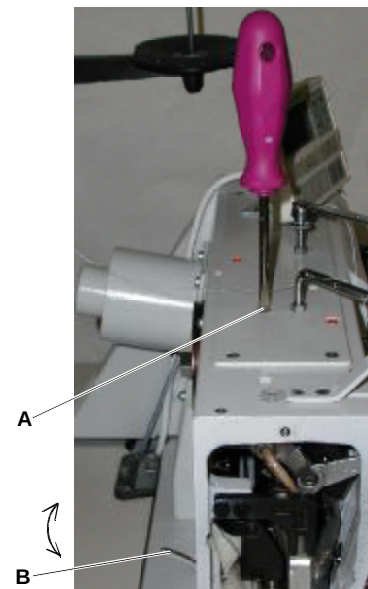

Fig. 10
6.8 Réglage de la pression du pied presseur, relèvement du pied presseur (Fig. 10)